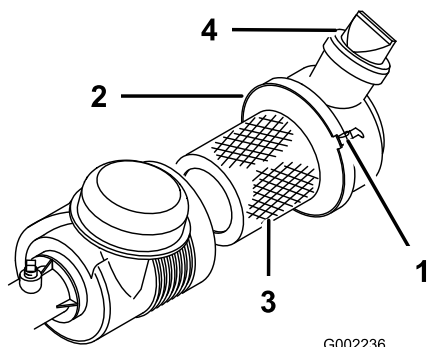

Figure 36
Recherchez sur le corps du filtre à air les dégâts susceptibles d'occasionner des fuites d'air. Vérifiez que le capuchon anti-poussière est bien serré sur le filtre à air. Remplacez le corps du filtre s'il est endommagé. Pressez la valve (Figure 36) avant chaque utilisation pour éliminer la poussière et les débris. Faites l'entretien du filtre à air toutes les 100 heures.
3. Desserrez la fixation qui maintient le couvercle du filtre à air sur le corps (Figure 36) et séparez le couvercle du corps.
7. Serrez les fixations (Figure 36).
4. Montez le couvercle en dirigeant la valve vers le bas, et serrez les fixations (Figure 36).